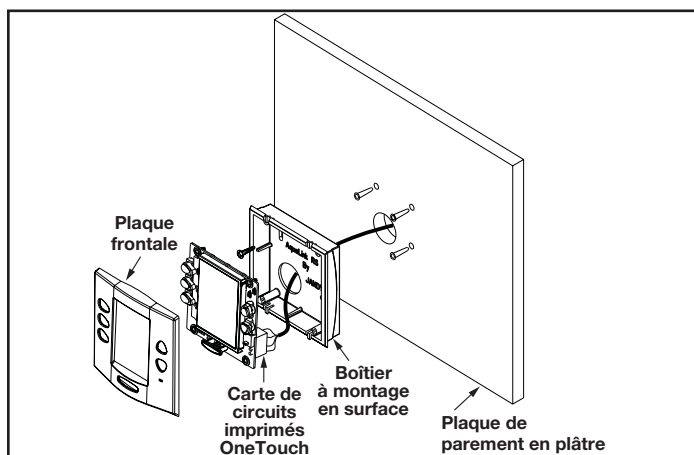

Figure 24. Montage en surface OneTouch™
3. Passez le câble à 4 conducteurs du centre électrique à l'emplacement du panneau de commande (voir la figure 24).